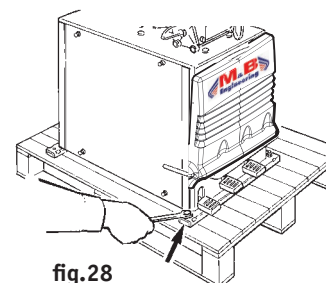

fig.28
- Svitare i 2 dadi che fissano la macchina al pallet (fig.28).
- Unscrew the two screws that fix the machine to the pallet (fig.28).